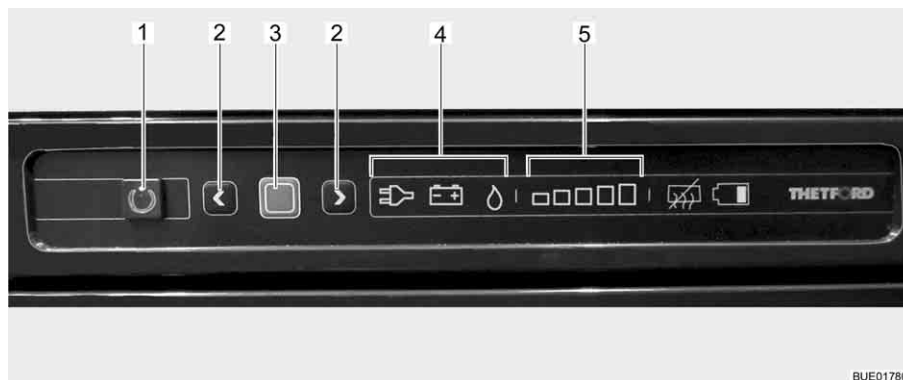

Fig. 196 Elementos de mando para el frigorífico
El modo de funcionamiento actual será visualizado por medio de un símbolo iluminado (Fig. 196,4) en la unidad de mando.
Una vez conectado, el frigorífico selecciona automáticamente el último ajuste seleccionado del termostato. Este reajuste puede modificarse manualmente con las teclas de flecha (Fig. 196,2). Las barras luminosas de la visualización de las etapas de refrigeración (Fig. 196,5) indican el ajuste seleccionado del termostato. Con las teclas de flecha se ajusta la temperatura de refrigeración para los tres tipos de energía. Pasan algunas horas hasta que el frigorífico alcanza la temperatura de servicio normal. Al conmutar el modo de funcionamiento se mantiene el ajuste del termostato. La temperatura de refrigeración se mantiene independientemente del tipo de energía.
- Presionar la tecla On/Off (Fig. 196,1) por 1 segundo. La tecla (Fig. 196,1) se iluminará de color verde. Después de aprox. 10 segundos, la visualización se atenuará automáticamente por razones de ahorro de energía.
- Pulsar la tecla de confirmación (Fig. 196,3). Se visualizará el ajuste actual del modo de funcionamiento.
- Si no está ajustado el modo de funcionamiento Gas: Para cambiar el ajuste, pulsar la tecla de confirmación (Fig. 196,3) por aprox. 2 segundos.
- Seleccionar el modo de funcionamiento Gas con las teclas de flecha (Fig. 196,2). El suministro de gas está abierto. El encendido se realiza automáticamente. Se oye un sonido de tic-tac hasta que el proceso de encendido se haya llevado a cabo con éxito.
- Pulsar la tecla de confirmación (Fig. 196,3) por aprox. 2 segundos.
- Pulsar de nuevo la tecla de confirmación (Fig. 196,3). La etapa de refrigeración actual será visualizada por medio de las barras luminosas (Fig. 196,5).
- Para cambiar el ajuste, pulsar las teclas de flecha (Fig. 196,2) hasta que se visualice el ajuste deseado.
- Pulsar la tecla On/Off (Fig. 196,1) por aprox. 2 segundos. Se apagarán todos las lámparas. El frigorífico está desconectado.
- Si no está ajustado el modo de funcionamiento con 230 V: Para cambiar el ajuste, pulsar la tecla de confirmación (Fig. 196,3) por aprox. 2 segundos.
- Seleccionar el modo de funcionamiento con 230 V a través de las teclas de flecha (Fig. 196,2).
- Si no está ajustado el modo de funcionamiento con 12 V: Para cambiar el ajuste, pulsar la tecla de confirmación (Fig. 196,3) por aprox. 2 segundos.
- Seleccionar el modo de funcionamiento con 12 V a través de las teclas de flecha (Fig. 196,2).